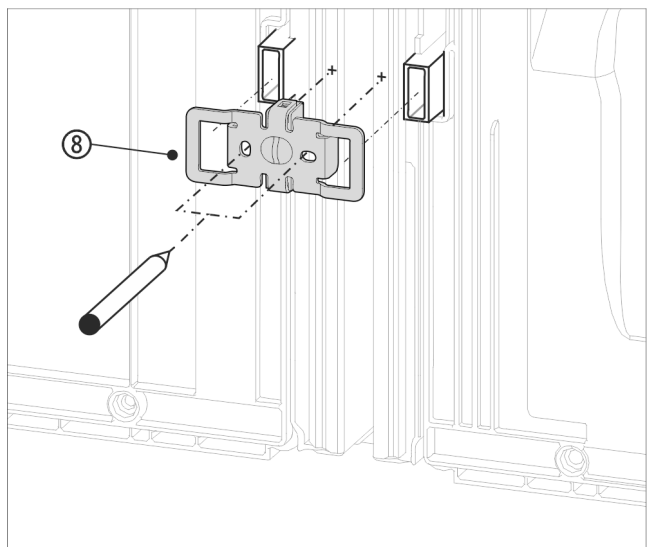

Fig. 16 Voorbeeld
- ▶ Hoekstuk Fig. 16 (8) met de uitsparingen boven de opname voor wandafstandshouder schuiven.